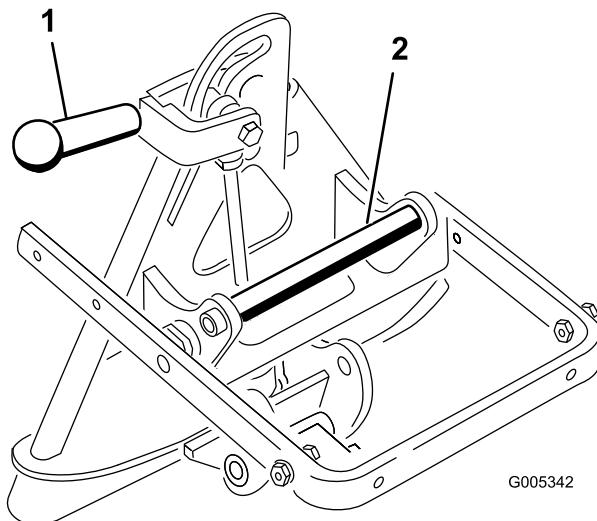

图 8
图 8。
3. 握住连接器手柄并提起附件连接器同时将其旋转回附件上图 8。